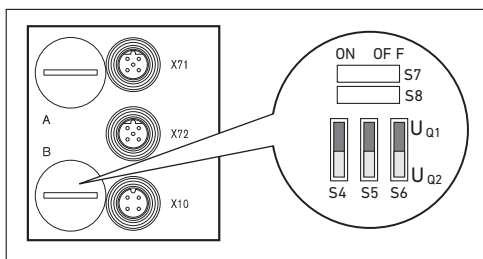

Fig. 9: Interruttori S4, S5, S6 per l'assegnazione delle tensioni di alimentazione delle valvole (UQ1, UQ2)
Gli interruttori S4, S5 e S6 per l'assegnazione dell'alimentazione delle valvole si trovano al di sotto del passacavo PG **B** (ved. Fig. 9). Ad ogni interruttore sono assegnate:
1. Aprire il tappo di protezione inferiore B (ved. Fig. 9 a pagina 242).
2. Servendosi degli interruttori S4, S5 ed S6, assegnare ad ogni gruppo valvola una delle tensioni di alimentazione Uq1 o Uq2 (ved. Fig. 9 a pagina 242 e Tab. 10).